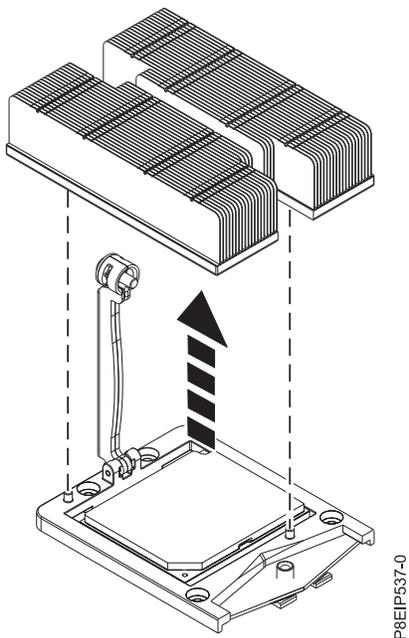

Figura 35. Extracción del dissipador térmico
4. Sujete el dissipador térmico y extráigalo levantándolo verticalmente, como se muestra en la Figura 35.